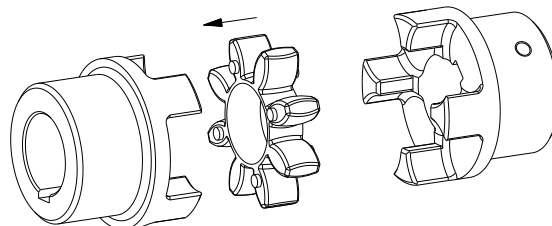

Figura 11: montaje de la estrella
- Coloque la estrella en la sección de levas del mangón del lado de accionamiento o secundario (véase figura 11).